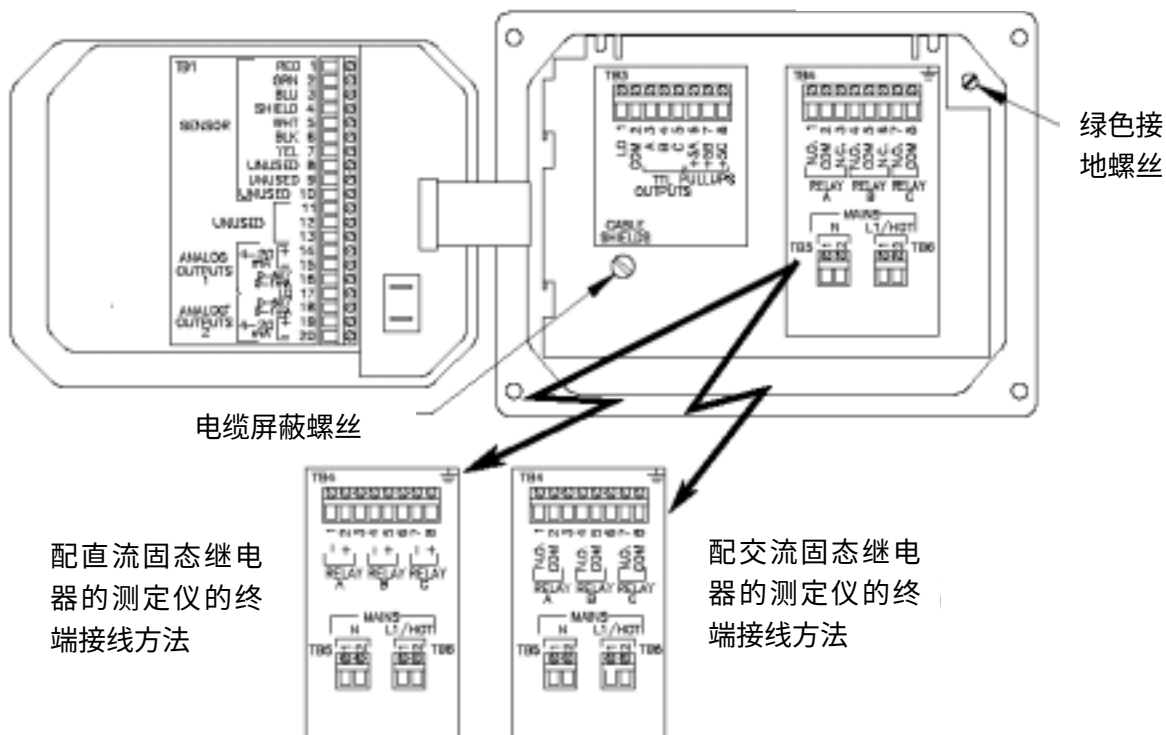

图 2-3 测定仪接线端子分配图
要看到电气连接用的接线端子，需要打开左边铰接的外壳门，并拧下四个紧固螺丝。图 2-3 显示了接线端子的排列和各端子的用途分配情形（在门的背面和测定仪外壳的底部）。
参考图 2-3 来连接 D.O.传感器：
接线提示：请采用高质量的、带屏蔽的仪器用电缆来连接模拟输出。为了尽量避免电磁噪声的干扰，请按照图 2-3 中所示的“电缆屏蔽螺丝”进行电缆屏蔽的连接。
接线提示：请采用高质量的、带屏蔽的仪器用电缆来连接 TTL 输出。为了尽量避免电磁噪声的干扰，请按照图 2-3 中所示的“电缆屏蔽螺丝”进行电缆屏蔽的连接。
1. 将地线接到测定仪的绿色接地螺丝，它位于 TB4 的右侧（如图 2-3 所示）。